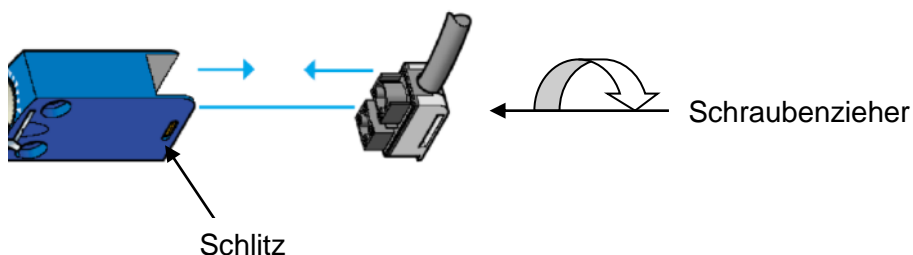

Bild 5.1
4. Zur leichteren Handhabung können die Stecker der Signalschalter Bild 5.1 entfernt werden. Entriegeln Sie den Stecker, indem Sie den Schraubenzieher hinter dem Stecker ansetzen, ihn mit einer Viertelumdrehung gegen den Uhrzeigersinn drehen und anschließend den Schraubenzieher in den seitlichen Schlitz einführen, um den Stecker zu lösen.
2. Zur leichteren Handhabung können die Stecker der Signalschalter entfernt werden. Entriegeln Sie den Stecker, indem Sie den Schraubenzieher hinter dem Stecker ansetzen, ihn mit einer Viertelumdrehung gegen den Uhrzeigersinn drehen und anschließend den Schraubenzieher in den seitlichen Schlitz einführen, um den Stecker zu lösen. Bei der ATEX-Ausführung können die Stecker nicht entfernt werden siehe Bild 5.1.
3. Entfernen Sie die 2 Stecker der Öffnungs- und Verschleißkontakte Bild 5.1.